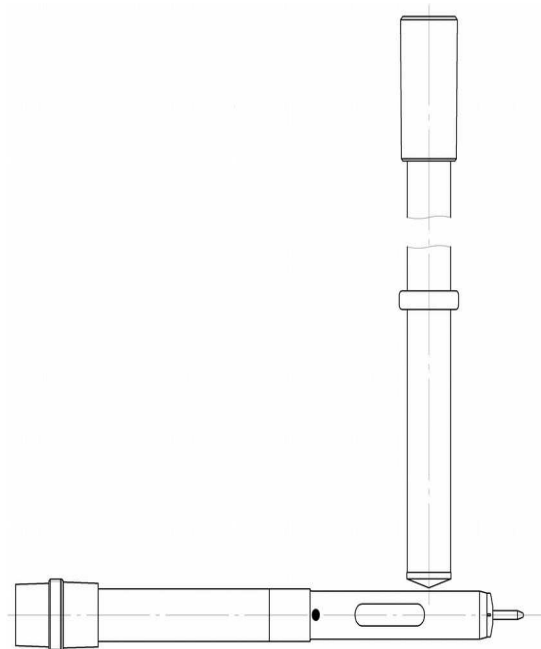

Рис.1
- 6.4.1 УВН «СИНХРО» 6-10 - поднести торец ручки изолирующей части к верхнему светодиоду, как показано на рис.1.